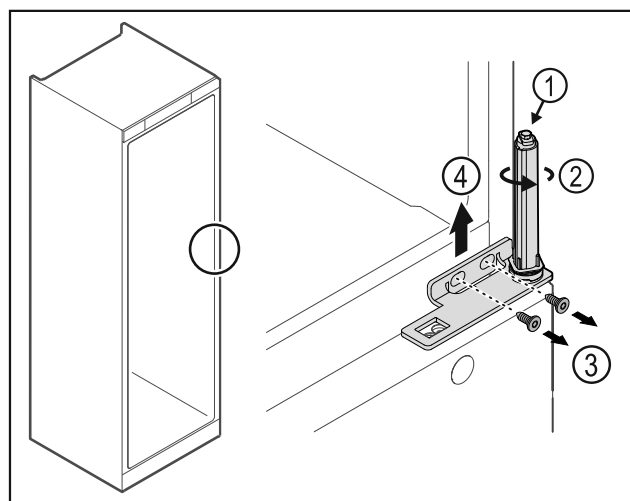

Fig. 33
- ▶ Не разглобявайте затварящата система на вратата Fig. 33 (1).
- ▶ Въртете затварящата система Fig. 33 (2), докато тя щракне.
- ▶ Разхлабете винтовете Fig. 33 (3), свалете ъгъла на пантата нагоре Fig. 33 (4).